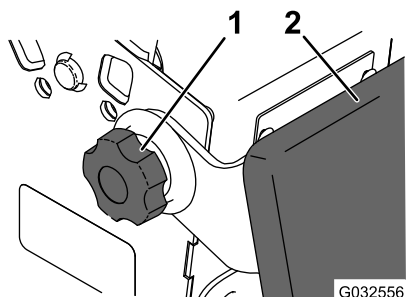

Figure 32
2. Desserrez les boutons rotatifs de chaque côté de la machine (Figure 32).